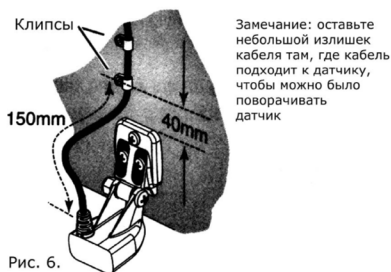

Рис. 6.
- 3 Укрепите положение кабеля с помощью клипс (рис. 6).